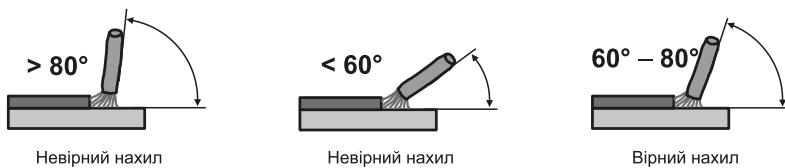

Рисунок 5. Кут розташування електрода із покриттям до деталі під час ручного дугового зварювання («MMA»).
1. Для отримання міцного зварювального з'єднання, крім правильного вибору зварювального струму, необхідно забезпечити правильне положення електрода до поверхні зварювання. Кут нахилу електрода бажано встановлювати у $60\text{--}80^\circ$ (рис. 5). Занадто великий кут нахилу електрода веде до пористого зварювального шва, а занадто малий – до утворення великої кількості бризок металу й дуга стає нестійкою.